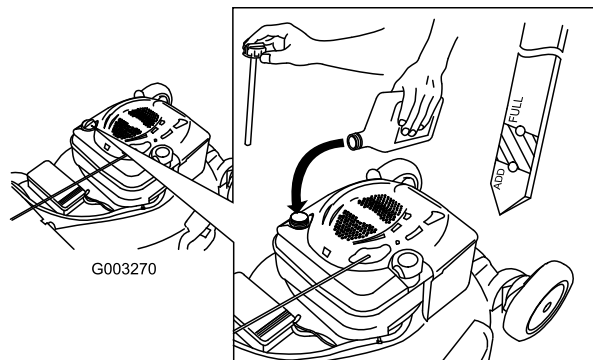

Figura 12
1. Togliete l'asta di misurazione del livello dell'olio, asciugatela ed inseritela a fondo nel foro (Figura 12).
2. Rimuovete l'asta e controllate il livello dell'olio (Figura 12). Se il livello dell'olio è inferiore alla tacca Add sull'asta, versate **lentamente** dell'olio nel foro del bocchettone fino a portarne il livello alla tacca Full sull'asta. **Non riempite troppo.** (Riempimento massimo: 0,59 litri, tipo: olio detergente SAE 30 con service classification API SF, SG, SH, SJ, SL o superiore.)